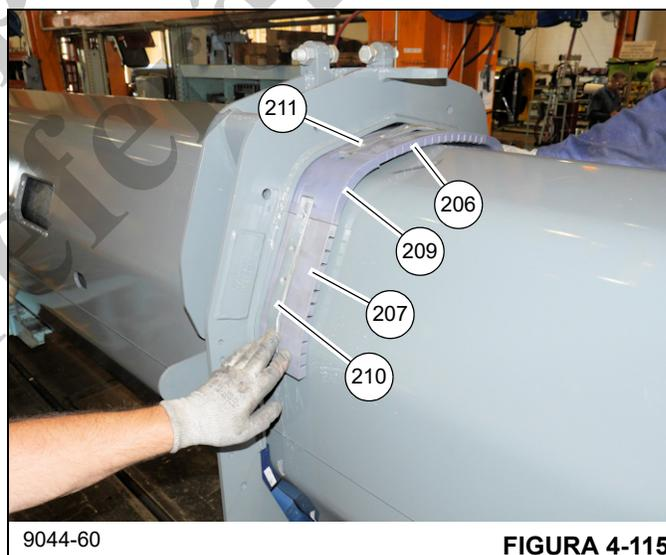

FIGURA 4-115
75. Coloque as placas de desgaste flexíveis (206, 209, 207) com as barras (210, 211) na parte superior do telescópio 2 (301) e bata levemente para dentro do local entre o telescópio 1 (201) e o telescópio 2 (301) (consulte a Figura 4-115).